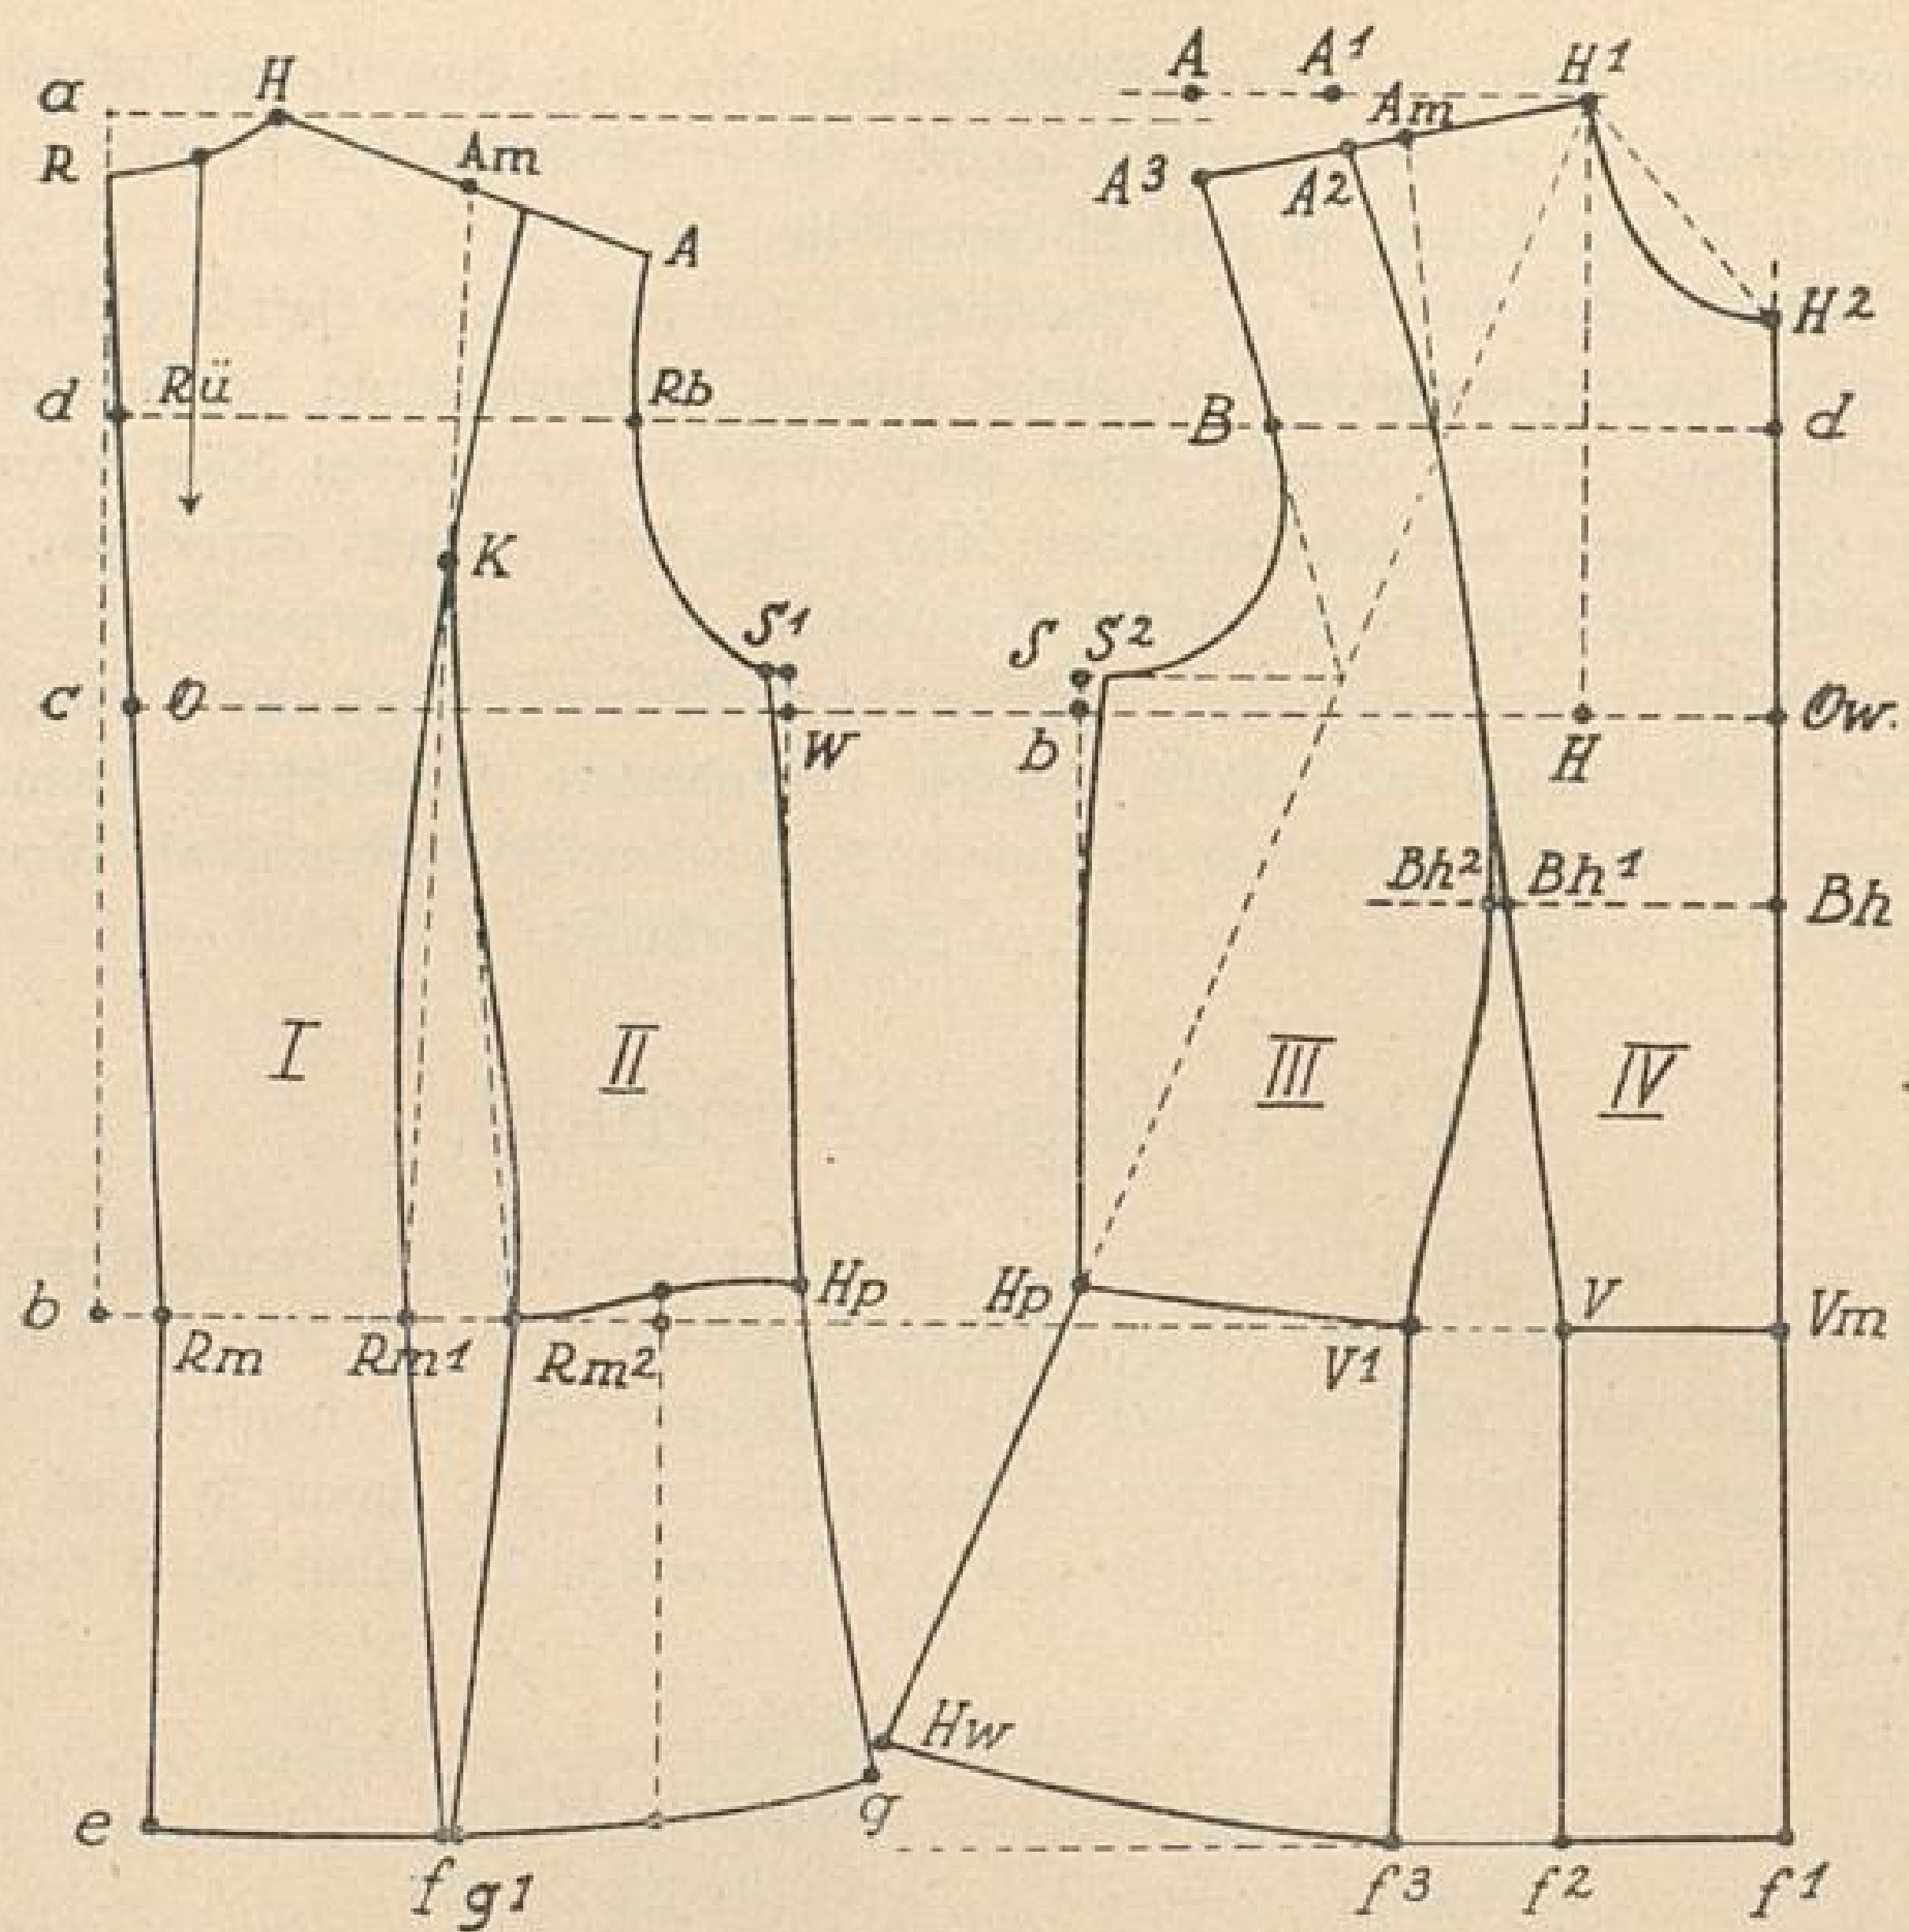

Abb. 20
**A**uch diesen Schnitt (Abb. 20) gewinnen wir aus unserem Grundschnitt für den Brustkörper, wie er im zweiten Heft beschrieben ist. Durch Verteilen der Gürtel- und Hüftweite wird der anliegende Schnitt konstruiert. Wir zeichnen zunächst wieder unseren Grundschnitt nach und zwar so, daß Am wieder 2 cm nach innen (rechts) von der senkrechten Hilfslinie a—b kommt, wie Abb. 20 zeigt.